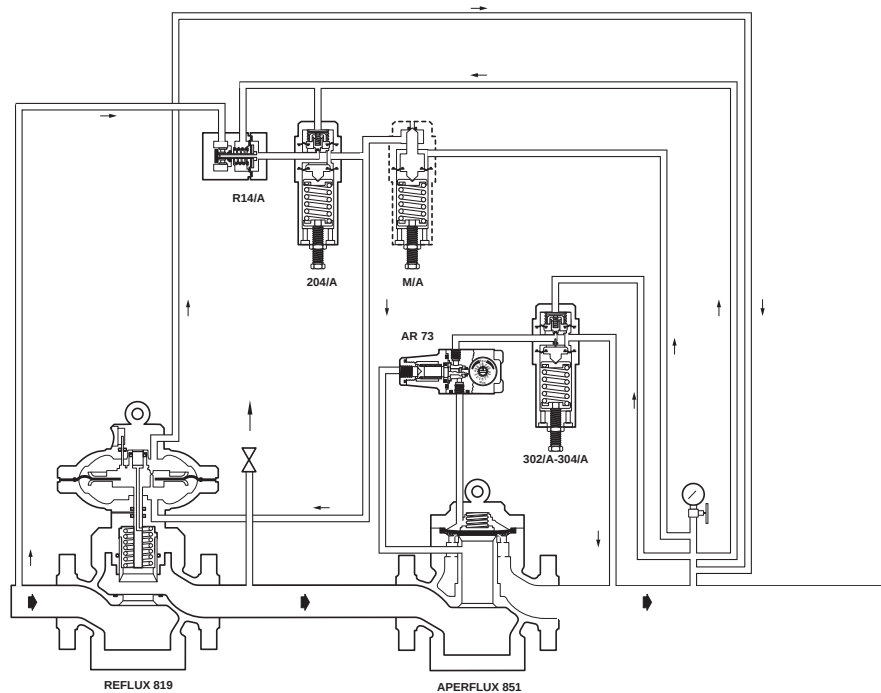

Fig. 17
- regolatore REFLUX 819 (fig. 17);
- *REFLUX 819 regulator (fig. 17);*
- REFLUX 819 (Fig. 17),
- un détendeur REFLUX 819 (Fig. 17);
- regulador REFLUX 819 (fig. 17);
- regulador REFLUX 819 (fig. 17)